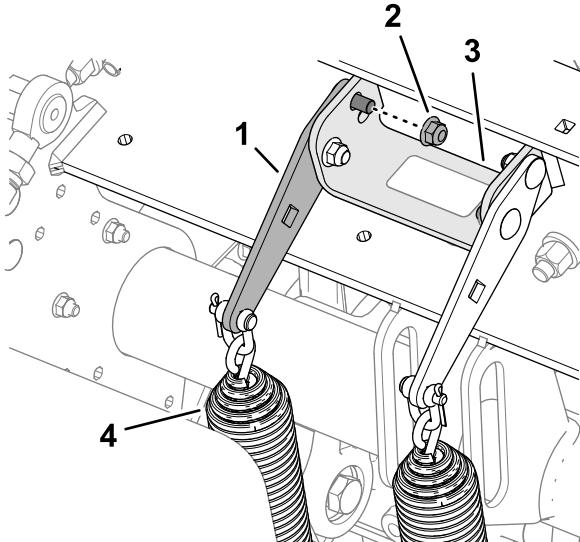

Рисунок 118
2. Ослабьте переднюю фланцевую контргайку и каретный болт, которые крепят пластину натяжения пружины к опорному кронштейну вала аэратора (Рисунок 118).